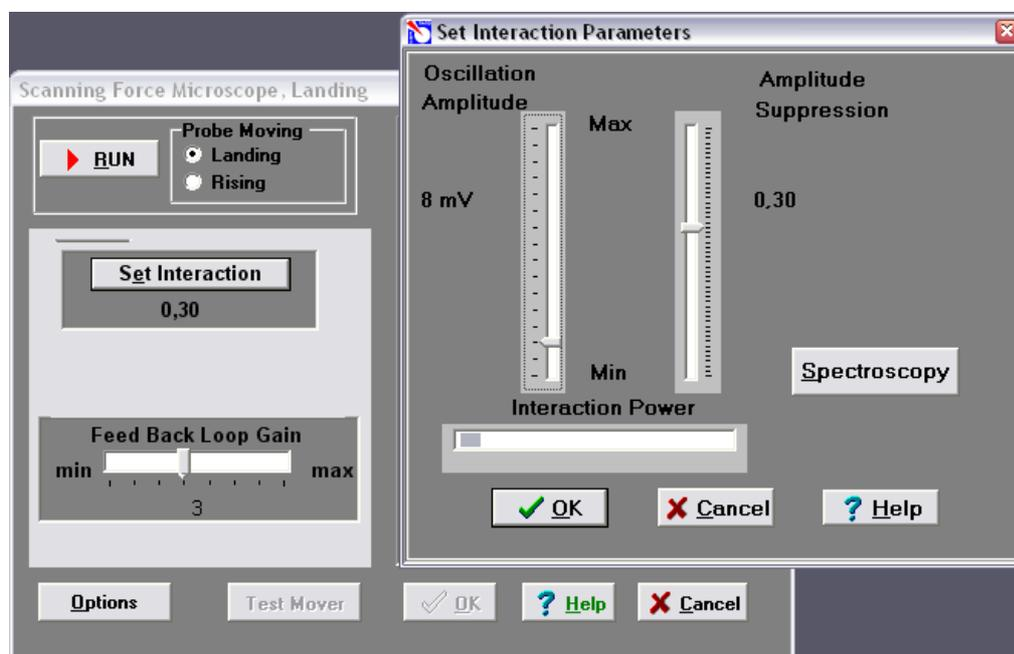

Рис.6.27. Окно установки величины взаимодействия зонда и образца
- Нажать кнопку **Set Interaction** и убедиться, что параметр **Amplitude Suppression** в окне **Set Interaction** (рис.6.27) имеет величину около 0,3.